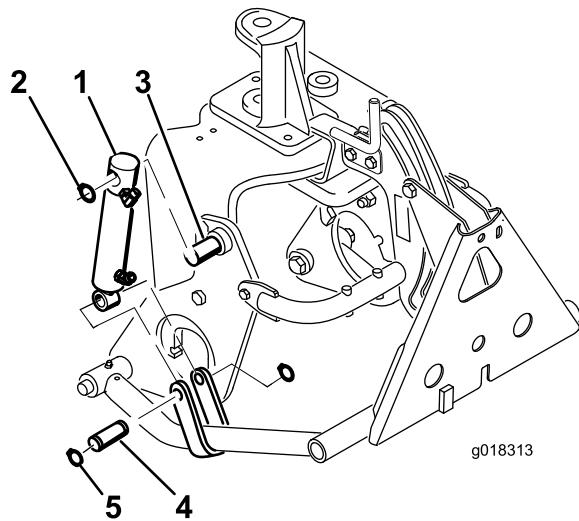

図 12
3. 油圧シリンダの胴体の上部を、右側のハウジングのピットに取り付け、リテーナ・リングで固定する(図 12)。このとき、シリンダの油圧ポートが前を向くように取り付けること。
4. ピン1本とリテーナ・リング2本を使って、シリンダ・ロッドをプッシュ・アームのストラップに取り付ける(図 12)。